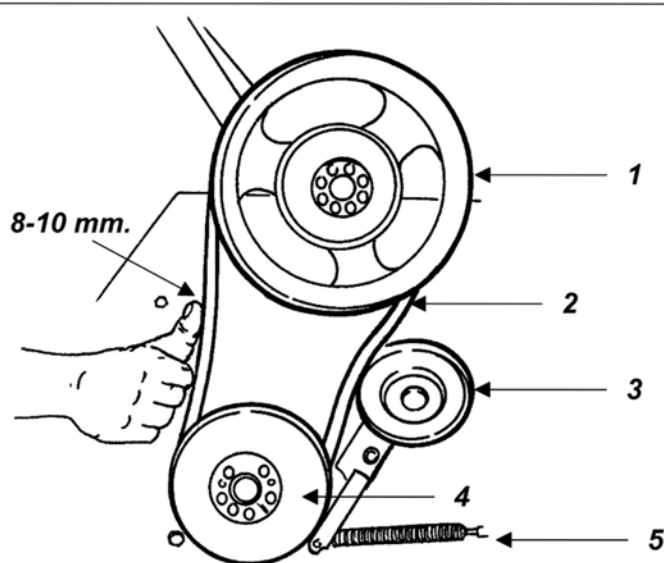

Fig. 9
Kontrollera remmarnas spänning (se fig. 9) genom att anbringa en kraft på 5-6 kg och tryck mot remmen mitt emellan remskivorna. Remmen ska ge efter mellan 8-10 mm.
- Se till att remmarna har rätt spänning (se fig. 9).